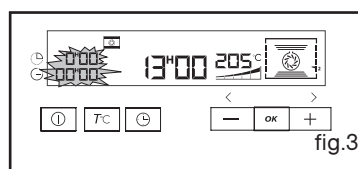

fig.3
Tryk på tasten ⊖ for at bekræfte dit valg. Displayet holder op med at blinke (fig.3).
Du kan også regulere temperaturen ved at trykke på tasten T°C under displayet (fig.3).
- indikatoren for bage- og stegetid angiver 0:00 og begynder at blinke (fig.3),